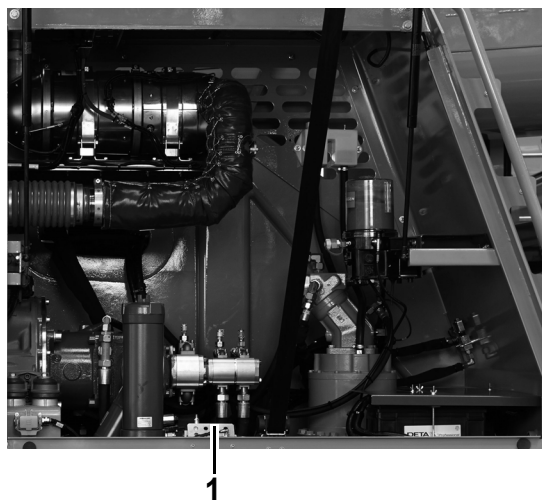

Fig. 32 Posição do bico de lubrificação do anel de giro
3	Lubrifique os bicos de lubrificação (1) na Fig. 32 até que a graxa surja nos lábios de vedação.